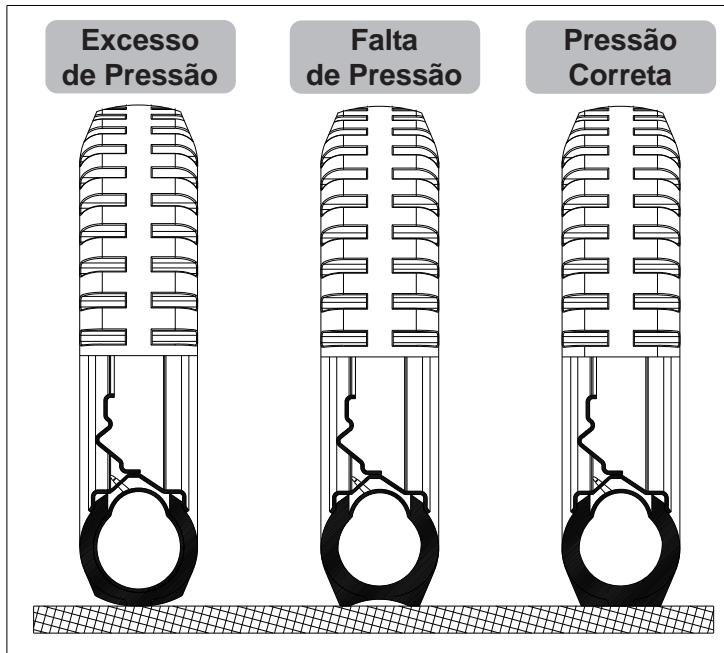

FIGURA 42
**PRESSÃO DOS PNEUS ( FIGURA 42 )**